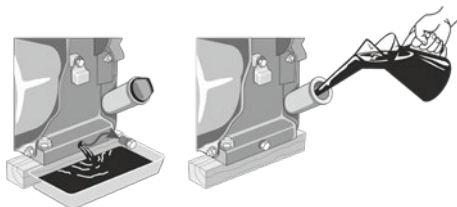

Рисунок 7. Схема заміни моторного мастила.
3. Встановити під мотопомпу з боку одного з симетричних отворів зливання мастила відповідну ємність. Відкрутити кришку отвору зливання мастила та кришку-щуп, трохи нахилити виріб убік для повного зливання мастила (рис. 7).